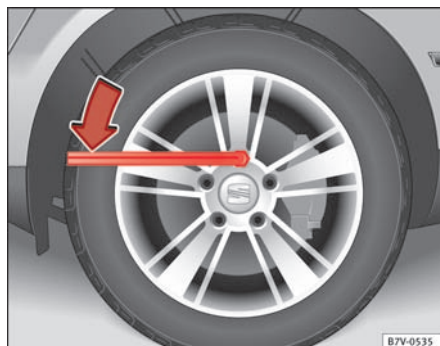

Fig. 178 Hjulskift: Sådan løsnes hjulboltene.
- Sæt hjulnøglen så langt ind over hjulbolten som muligt $\Rightarrow$ Fig. 178.